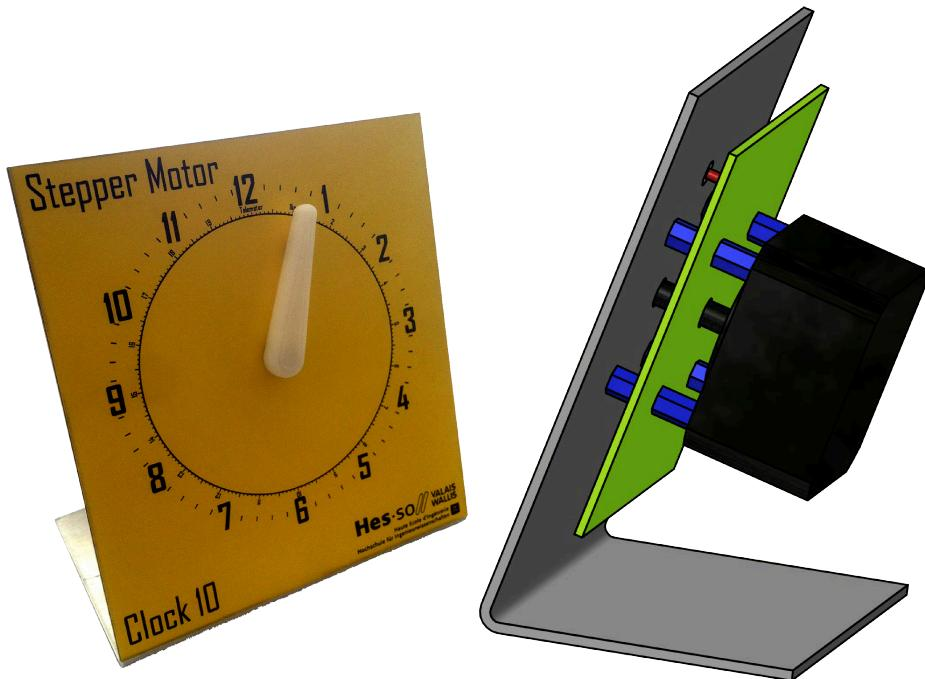

Figure 7 - Assemblage du cadran du chrono
- Un assemblage de chrono avec une carte électronique « Printed Circuit Board \(PCB\) » qui commande le moteur et lit le capteur, voir Figure 7